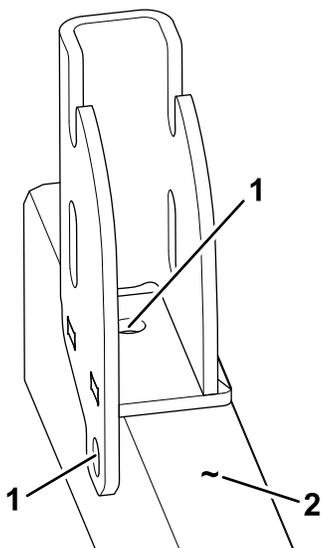

Рисунок 3
2. Используя кронштейн вспомогательной рукоятки в качестве шаблона, нанесите метки через отверстия на балке рамы (Рисунок 3).
3. Просверлите отверстия в размеченных точках, используя сверло (9/32 дюйма), как показано на Рисунок 3.